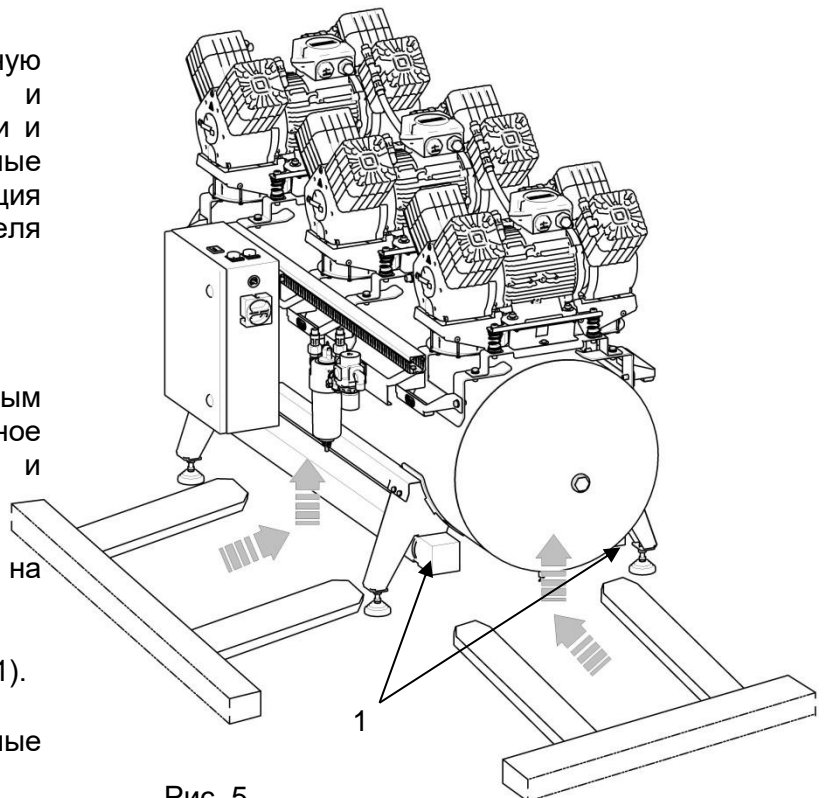
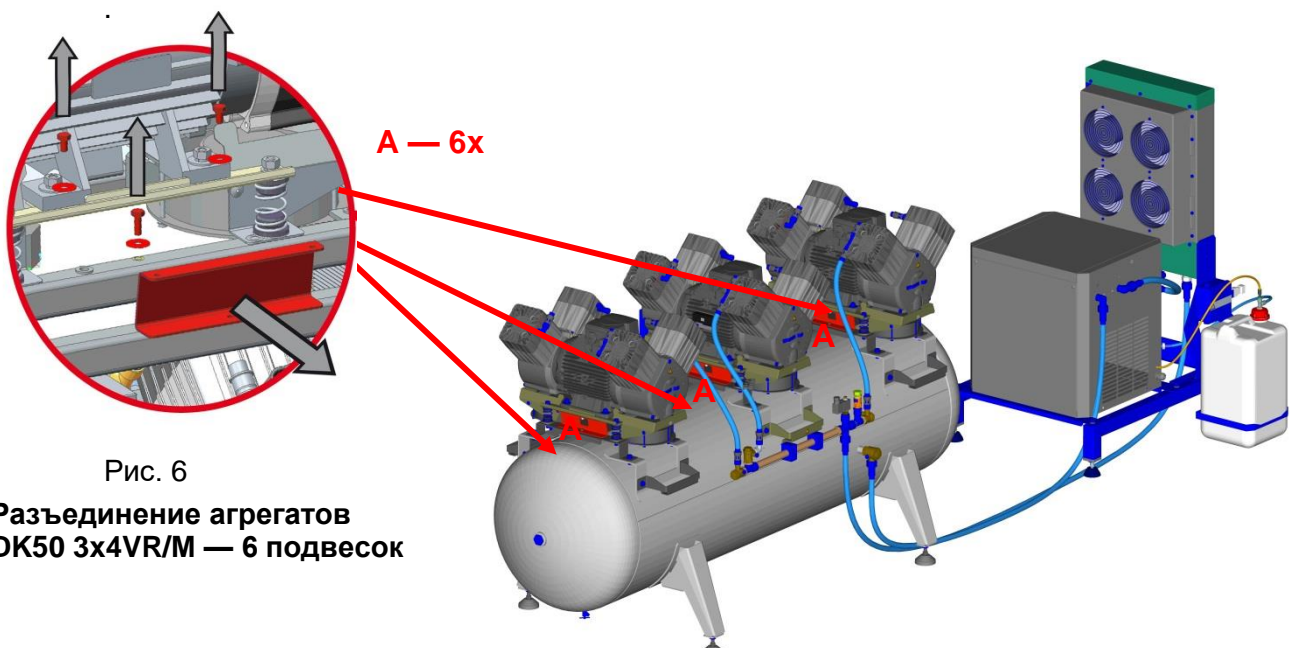

Рис. 5
Рис. 6
- Разместите модуль компрессора на месте установки (рис. 5).
- Демонтируйте транспортную балку (1).
- Демонтируйте транспортировочные стабилизаторы с агрегатов (рис. 6).